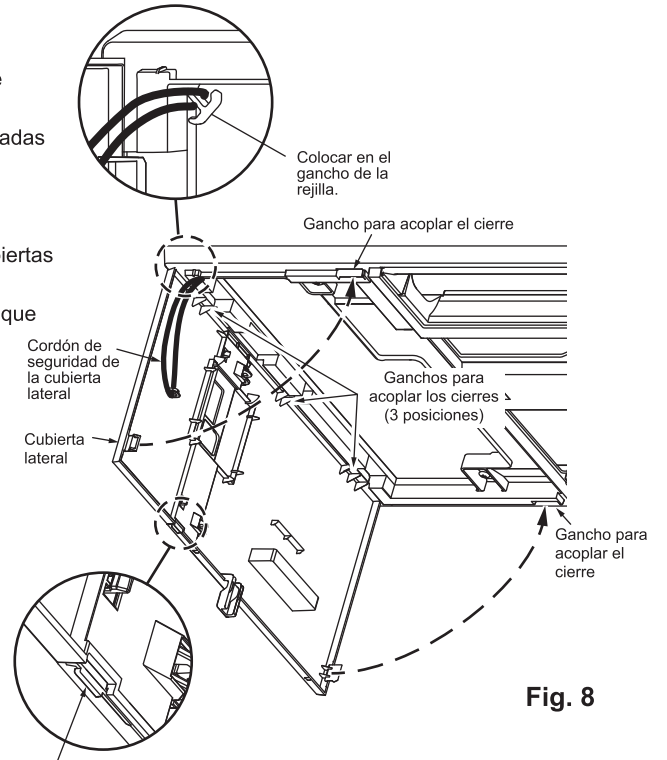

Fig. 8
10. Enganche los cordones de seguridad de las cubiertas laterales I/D a la rejilla e instélaslas. (Fig. 8)
- Compruebe que los cierres de las cubiertas laterales I/D estén enganchados de forma segura. (Fig. 8)